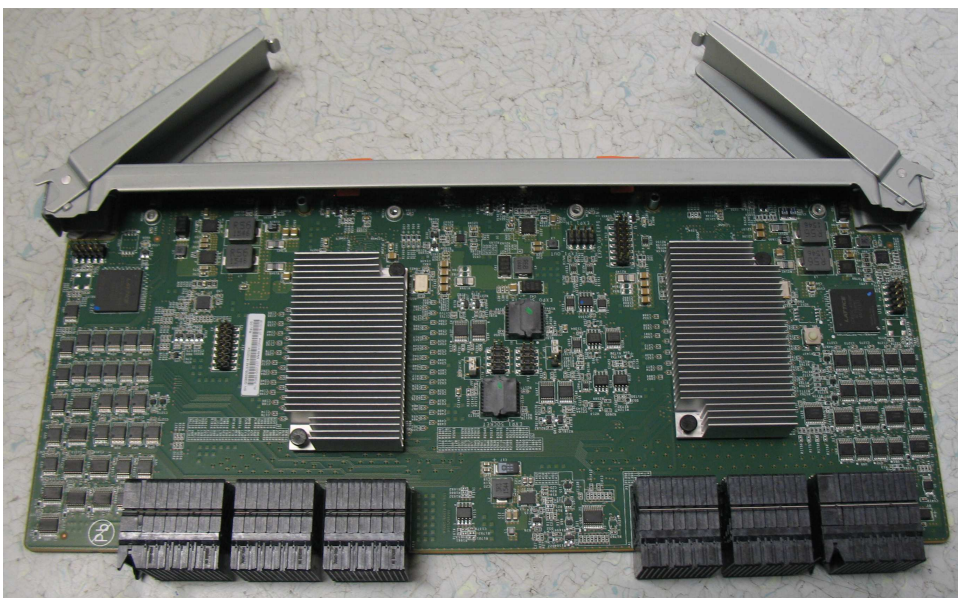

Figura 117. Módulo expensor secundario extraído del alojamiento
5. Ponga el módulo expansor secundario en un lugar seguro, como se muestra en la Figura 117 en la página 133.